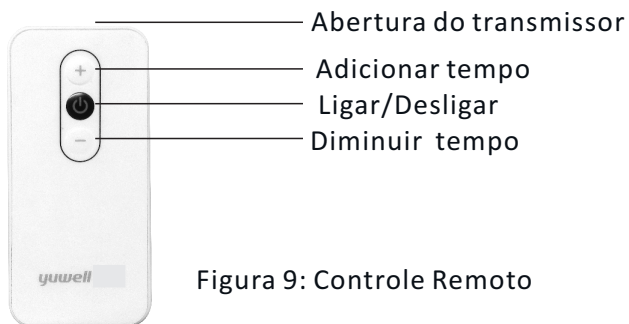

Figura 9: Controle Remoto
- Use o controle remoto infravermelho para operar esse dispositivo (Figura 9).